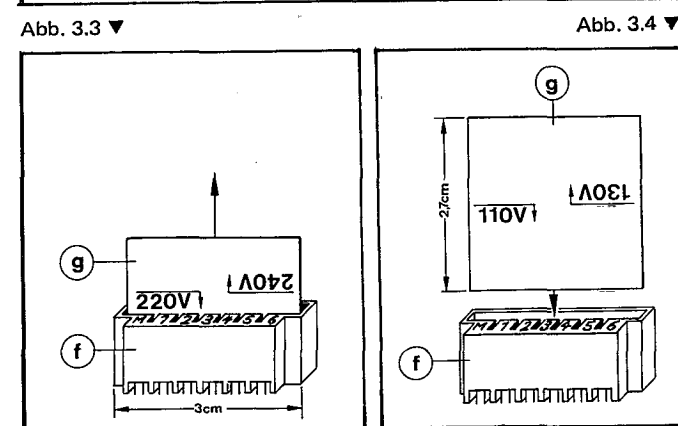

Abb. 3.3 ▼
- Aus der blauen Steckfassung ⑤ (am Transformator) Leiterplatte ⑦ herausziehen (Abb. 3.3).